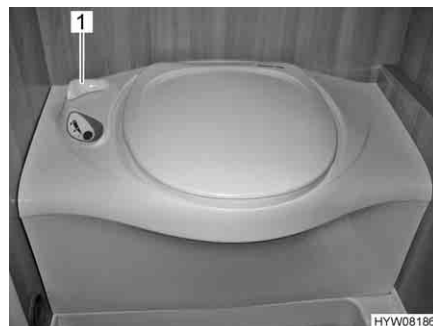

Bild 201 Thetford-toalett
- Öppna spjället på Thetford-toaletten före spolning. Därtill vrids spjällspaken (Bild 201,1) moturs.
- Efter spolning stängs spjället. Därtill vrids spjällspaken (Bild 201,1) medurs.